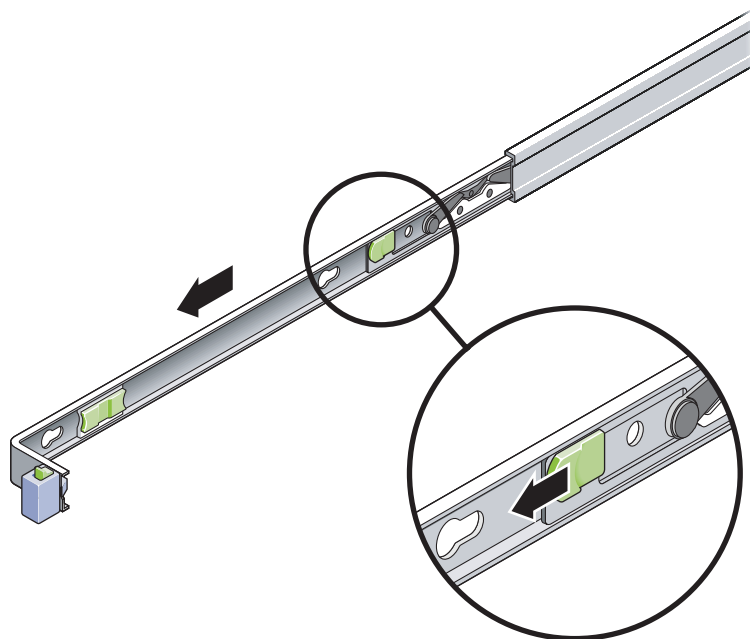

図 2-15 固定部品のリリースボタンの位置
- c. 固定部品のリリースボタンを図 2-15 に示す方向にスライドさせて、固定部品をスライドレールから引き出します。